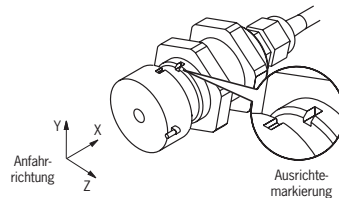

Bild 1: Ausrichtung Lesekopf und Betätiger
- ▶ die aktiven Flächen von Lesekopf und Betätiger bei geschlossener Schutzvorrichtung deckungsgleich gegenüber liegen (siehe Bild 1)
- ▶ Bei geringer Anfahrtschwindigkeit zwischen Lesekopf und Betätiger und der Verwendung des Auswertegerätes CMS-E-BR sollte die Anfahrrichtung **Z** (siehe Bild 1) vermieden werden.